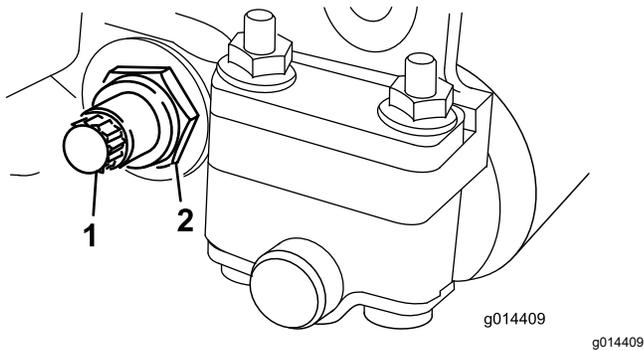

Figure 18
3. De chaque côté de la machine, desserrez le contre-écrou de fixation du boulon de la barre d'appui (**Figure 18**).
4. Retirez les boulons de la barre d'appui afin de pouvoir abaisser la barre et la déposer de l'unité de coupe (Figure 18).